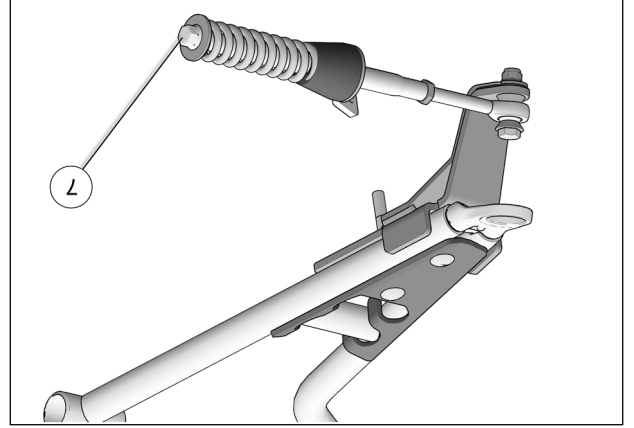

Fig. 19
8. Vérifier que le boulon du ressort (7) est serré au couple recommandé : 75 N•m [55 lb•pi]. Fig. 19